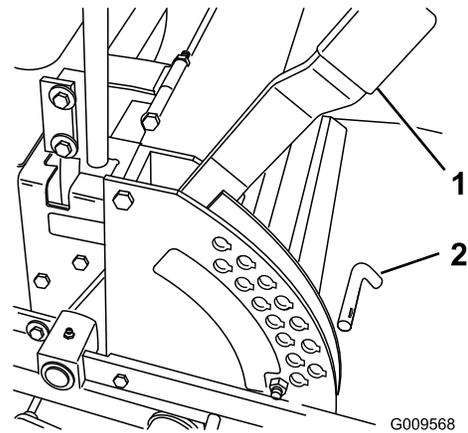

Рисунок 28
1. Поднимите рычаг высоты скашивания в **ТРАНСПОРТНОЕ** положение (которое также является положением высоты скашивания 127 мм) (Рисунок 28).
2. Для регулировки положения извлеките штифт из кронштейна регулировки высоты скашивания (Рисунок 28).
3. Выберите отверстие в кронштейне высоты скашивания, соответствующее требуемой высоте скашивания, и вставьте штифт (Рисунок 28).